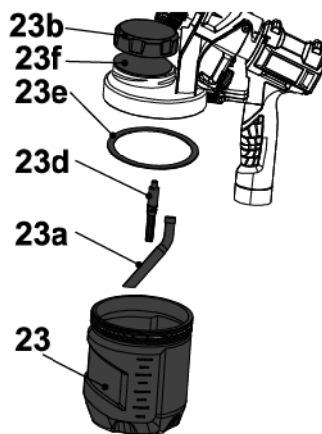

Fig. 19
- > Retire la válvula de retención (23d) y el tubo de aspiración (23a) de la pistola de pulverización (Fig. 19).